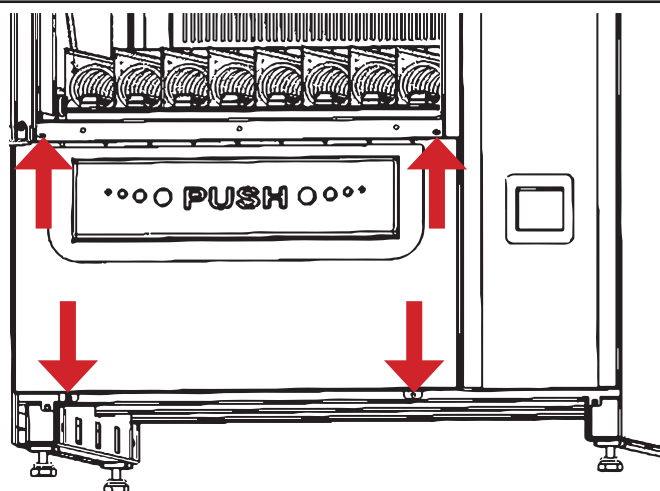

Рисунок 24 - Крепления лотка выдачи
15. установите лоток выдачи на место, затянув нижние и верхние крепёжные винты (см.рис.24);